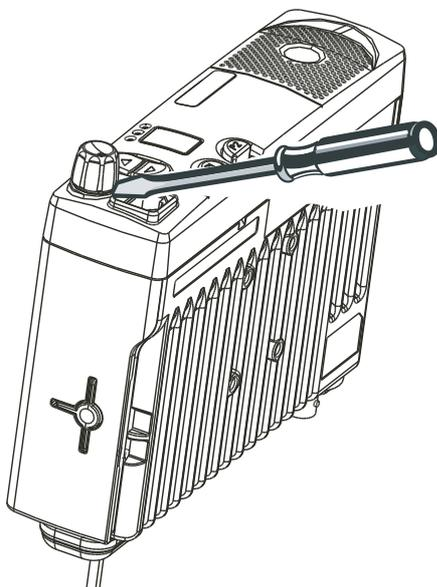

Рис. 2-1 Снятие ручки регулировки громкости.
1. Вставьте плоское лезвие отвертки между пластиковой крышкой панели управления и ручкой регулировки громкости и отожмите ручку регулировки вверх. См. Рис. 2-1.